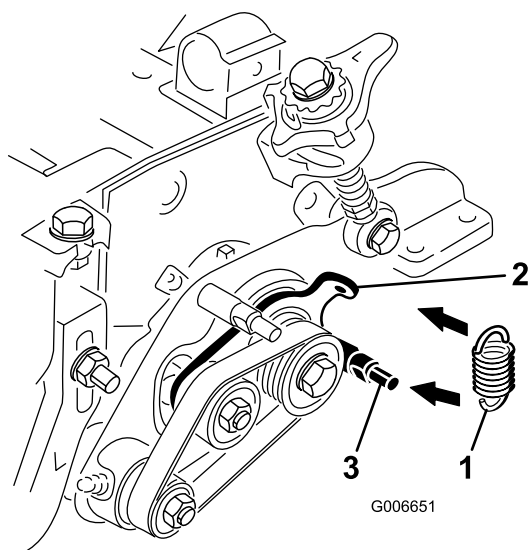

図 11
22. アイドラスプリングをアイドラプレートに掛け、グルーマプレートの低い方のスタッドに掛け回す [図 11]。スプリングフックの開いている側の端部が駆動プーリを向くように取り付ける。